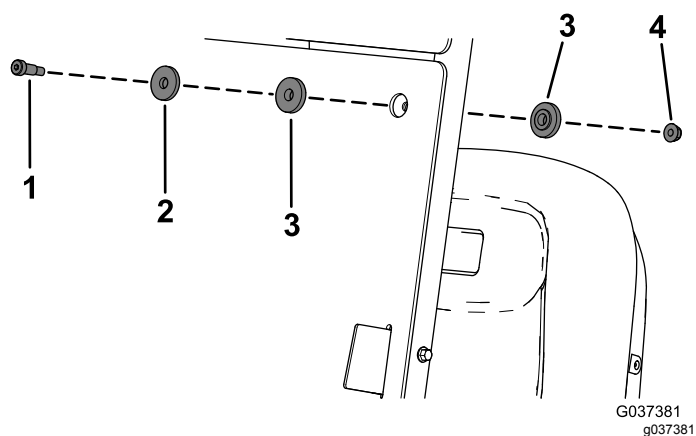

Figura 4
3. Sujete los taladros superiores del parabrisas inferior a los soportes de los tubos del toldo usando 2 tornillos de cuello largo ($\frac{5}{16}$ " x $1\frac{1}{4}$ "), 2 arandelas de respaldo, 4 casquillos con brida y 2 tuercas con arandela prensada ($\frac{5}{16}$ "), como se muestra en la Figura 4.
5. Sujete el resto del parabrasis inferior a los soportes de los tubos del toldo usando 3 tornillos de cuello largo (5/16" x 1 1/4"), 3 arandelas de respaldo, 6 casquillos con brida y 3 tuercas con arandela prensada (5/16"), según se muestra en la Figura 4.